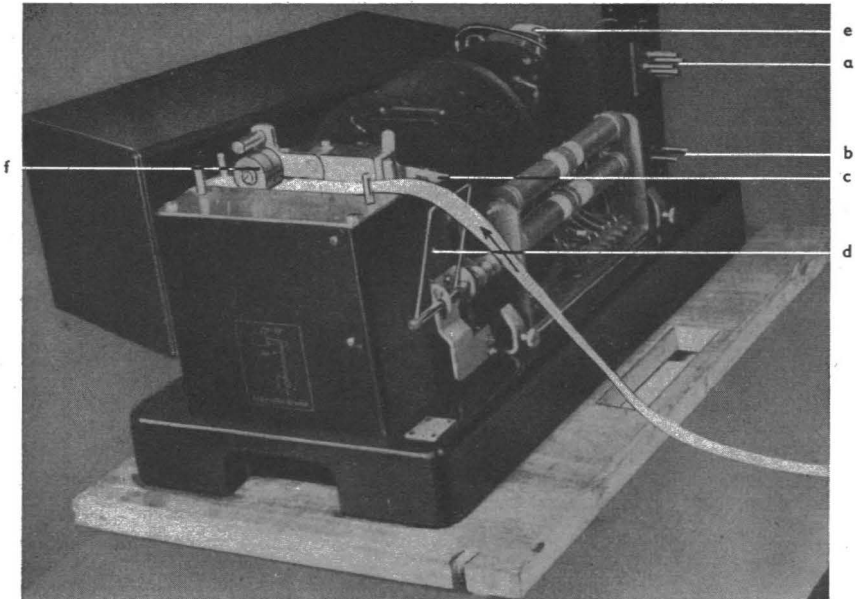

Bild 22
34. Bedienung des Lochstreifengebers (Bild 22).